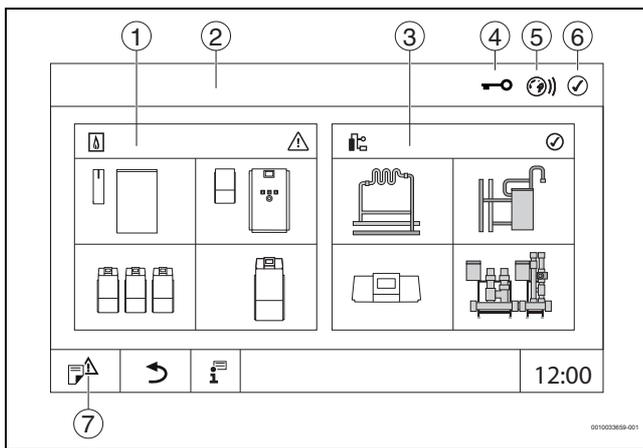

Bild 2 Systemübersicht (Beispiel)
► **Anlage** antippen (→ Bild 2, [3], Seite 7).